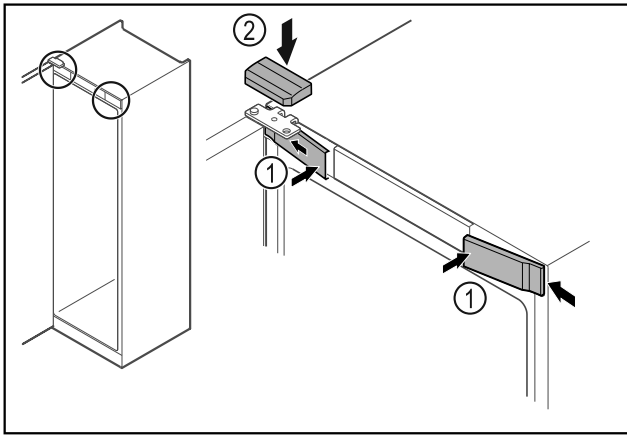

Fig. 62
- ▶ Передні кришки Fig. 62 (1) зачепити збоку та зафіксувати.
- ▶ Зафіксуйте верхню кришку Fig. 62 (2) зверху.